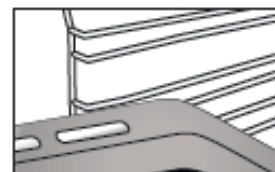

Fig. 2
2. Altri accessori, come la leccarda e la piastra dolci, si inseriscono come la griglia (Fig. 2).